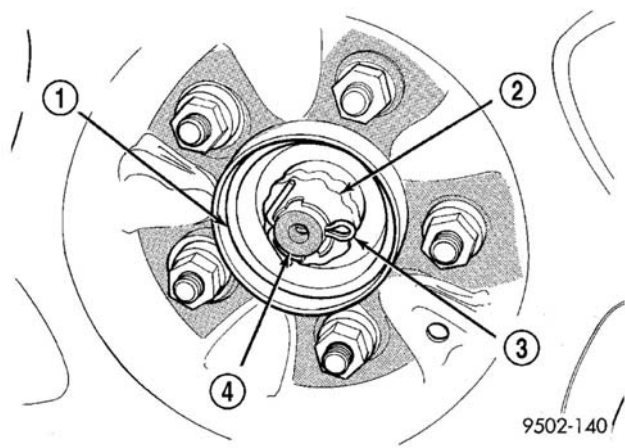

图 2 半轴锁紧螺母
- (1) 升起车辆。
- (2) 从半轴的末端卸下开口销和锁紧螺母（图 2）。
(15) 将弹簧波形垫圈安装到半轴末端。
(16) 安装轮毂锁紧螺母和新的开口销（图 2）。将开口销叉子紧紧地绕在轮毂锁紧螺母周围，如图所示（图 2）。
(17) 检查变速驱动桥总成的液面是否正确。（参见 21-变速箱 / 变速驱动桥 / 自动-41TE / 油液-标准程序）